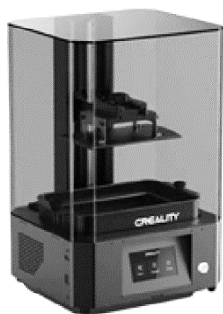

Рисунок 1 — Фотополимерный принтер Creality LD-006
**Основная часть.** 3D принтер Creality LD-006 (рисунок 1) — это фотополимерный принтер от известного китайского производителя. 3D-принтер работает по технологии LCD и вышел на рынок только в 2021 году. В этой модели инженеры из Creality применили 8,9-дюймовую ЖК-матрицу, твердотельный дисплей с разрешением 4K, новую удобную ванночку для смолы, эффективную систему очистки воздуха и множество других интересных решений. Принтер обладает высокой скоростью печати и объёмной зоной построения. LD-006 станет прекрасным выбором для решения задач в сфере стоматологии, медицины, ювелирного дела и архитектуры. [2] Фотополимерный принтер Creality LD-006 — это SLA-принтер с закрытым корпусом. Размеры области печати: 120×192×250 мм, с точностью позиционирования по осям X и Y — 50 мкм, по оси Z — 10 мкм. Принтер работает с фотополимерами толщиной 1,75 мм, стеклянный стол без подогрева. Полноцветная печать отсутствует.